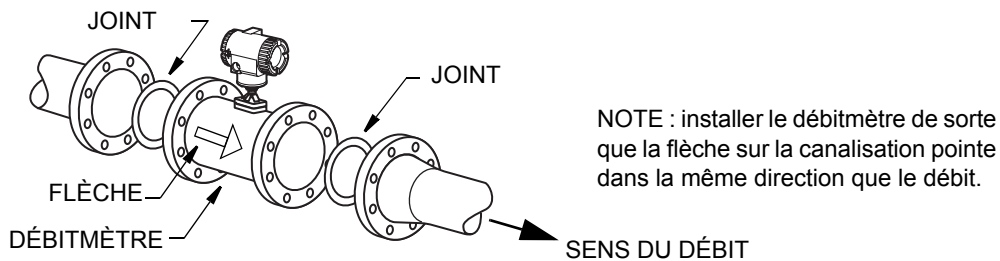

Figure 6. Installation de corps de débitmètre 84F
2. Insérer les joints entre le corps du débitmètre et les brides associées. Voir Figure 6. Placer les joints de manière que le code de chacun soit centré par rapport au code du débitmètre et de la canalisation adjacente.